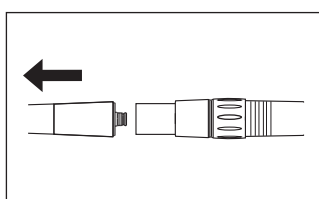

図 18
- 4 水から取り出し、ハンドピースをカップリングから取り外し、よく拭き、乾かします（図18）。